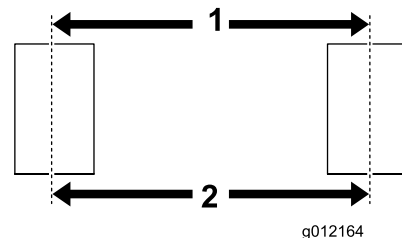

Figur 2
2. Brug de 4 bræddebolte og 4 låsemøtrikker til at fastgøre en aksel til bunden af monteringsbeslagene på hver side af anhængerladet. Placer akslen, bræddeboltene og møtrikkerne som vist i Figur 2.
3. Monter en hjulenhed på hvert akselnav med 4 låsemøtrikker (Figur 2). Stram møtrikkerne til 108,47 N·m. Fyld luft i dækkene, så de har et lufttryk på 0,34 bar.